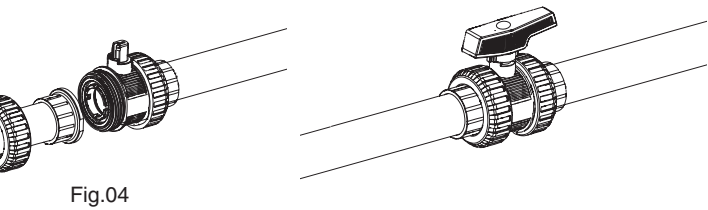

Fig.03 Regulación y mantenimiento de la válvula
3. Dejar la distancia justa entre manguitos (ver Fig.03), de manera que el cuerpo de la válvula se pueda introducir fácilmente, evitando que quede tensionado por ambos extremos de la tubería.